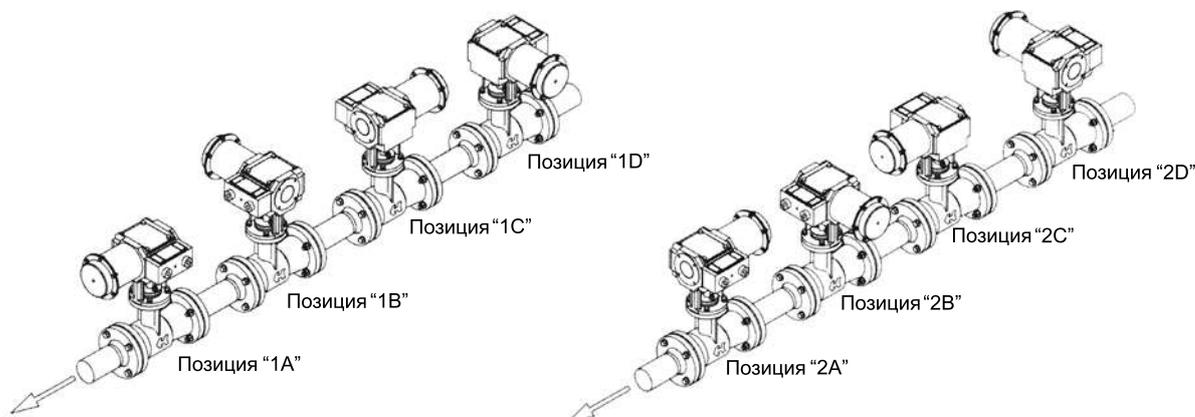

Рисунок 5. Варианты возможных настроек серводвигателя тип P/R- 99 по отношению к оси клапана.
Способ регулировки угла поворота серводвигателя тип 99 (охраняемый патентом) основан на системе двух рычагов. Рычаг (22), соединённый с плитой мембраны (24), совершает всегда угол поворота 30°. В связи с этим ход, диапазон давления и положение рычага обратной связи позиционера остаются неизменными. В зависимости от установки штока подшипника (27) изменяется угол поворота шатуна (23) (а тем самым и вала клапана) в пределах значений 25°, 45°, 60°, и 90°, что отвечает изменениям значения коэффициента расхода на 45%, 75%, 100%, 120%  $K_v_s$ . В закрытом положении клапана перемещение штока по отношению к направляющей шатуна в начале поворота рычага параллельно, в связи с чем сохраняется закрытое положение клапана. Доступный снаружи соединитель (35), составляющий соединение серводвигателя с валом клапана, обеспечивает поворот серводвигателя по отношению к клапану на 90°, без необходимости демонтажа серводвигателя или клапана. Требуемая позиция (см. рис. 5) может быть установлена производителем в соответствии с желанием клиента.